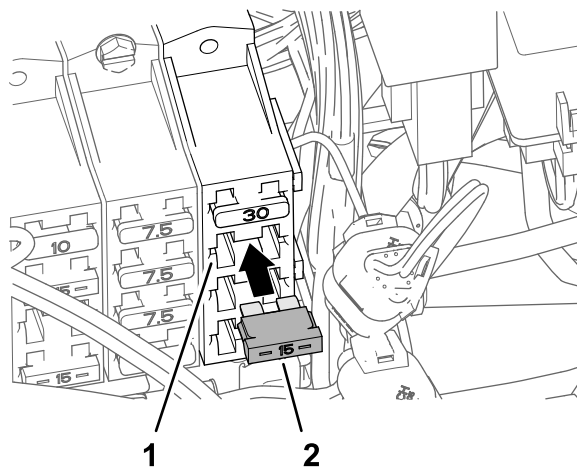

图193
6. 将保险丝 15A 插入保险丝盒 3 的保险丝槽 2 直至保险丝完全到位图 193。